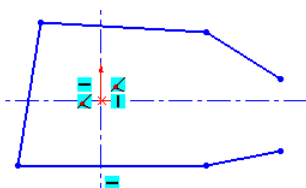

图 2.12.3 绘制五条直线
Step3. 绘制直线。选择下拉菜单    命令，在图形区绘制图 2.12.3 所示的五条直线。